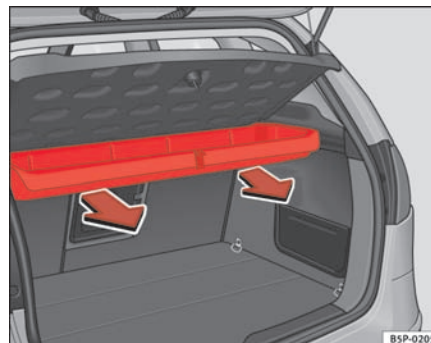

Fig. 120 Afmontering af opbevaringshylde
- Træk udad, indtil opbevaringsrummet er frigjort fra drejepunktet ⇒ fig. 120.